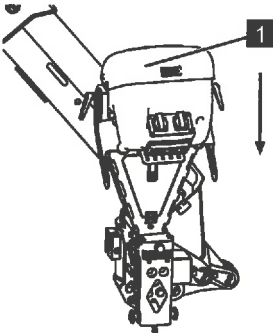

Abb. 212
3. Die Steuereinheit (Abb.212/1) in Pfeilrichtung herunter schieben.